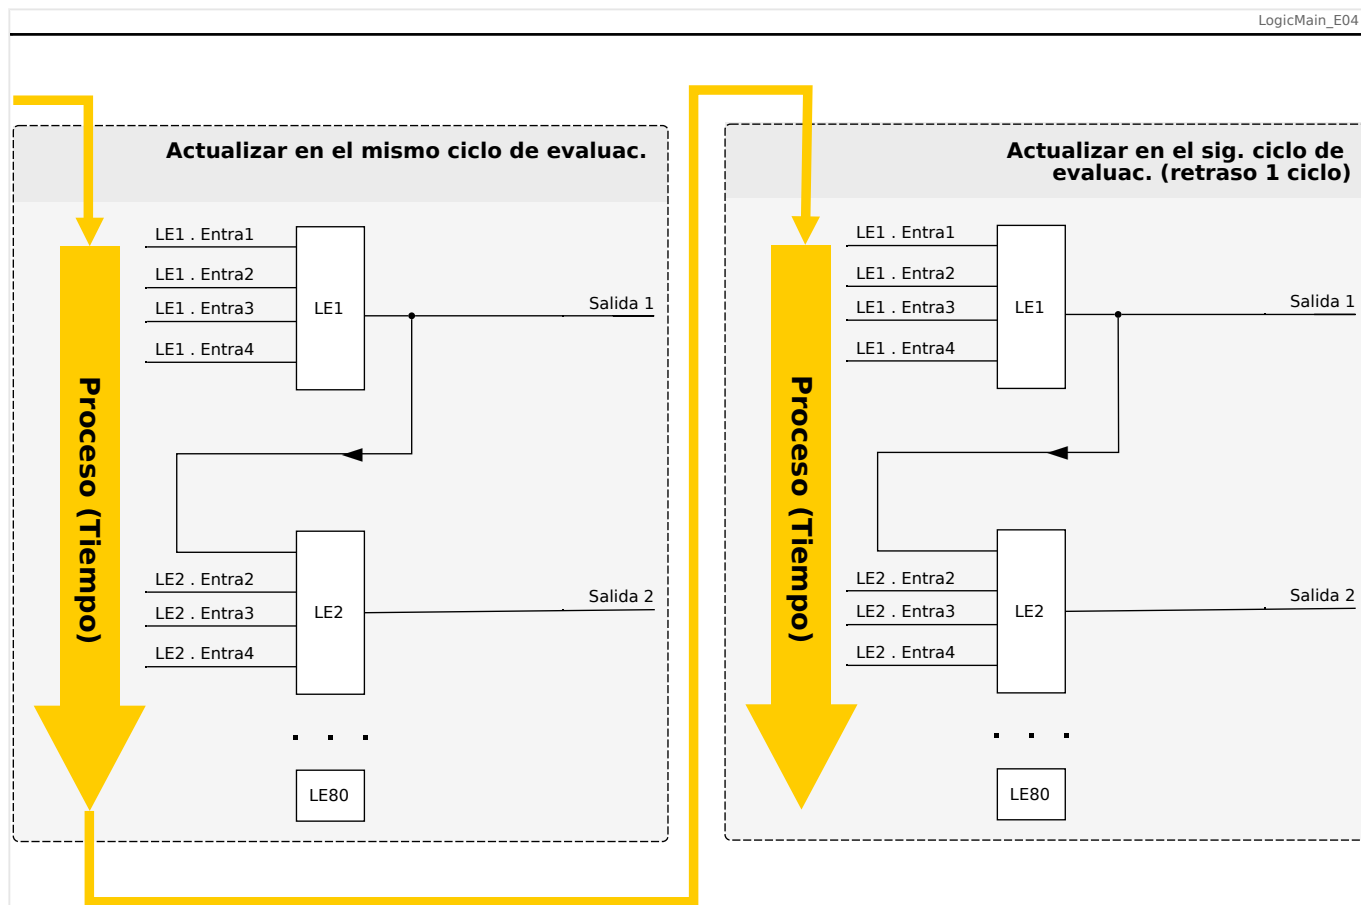
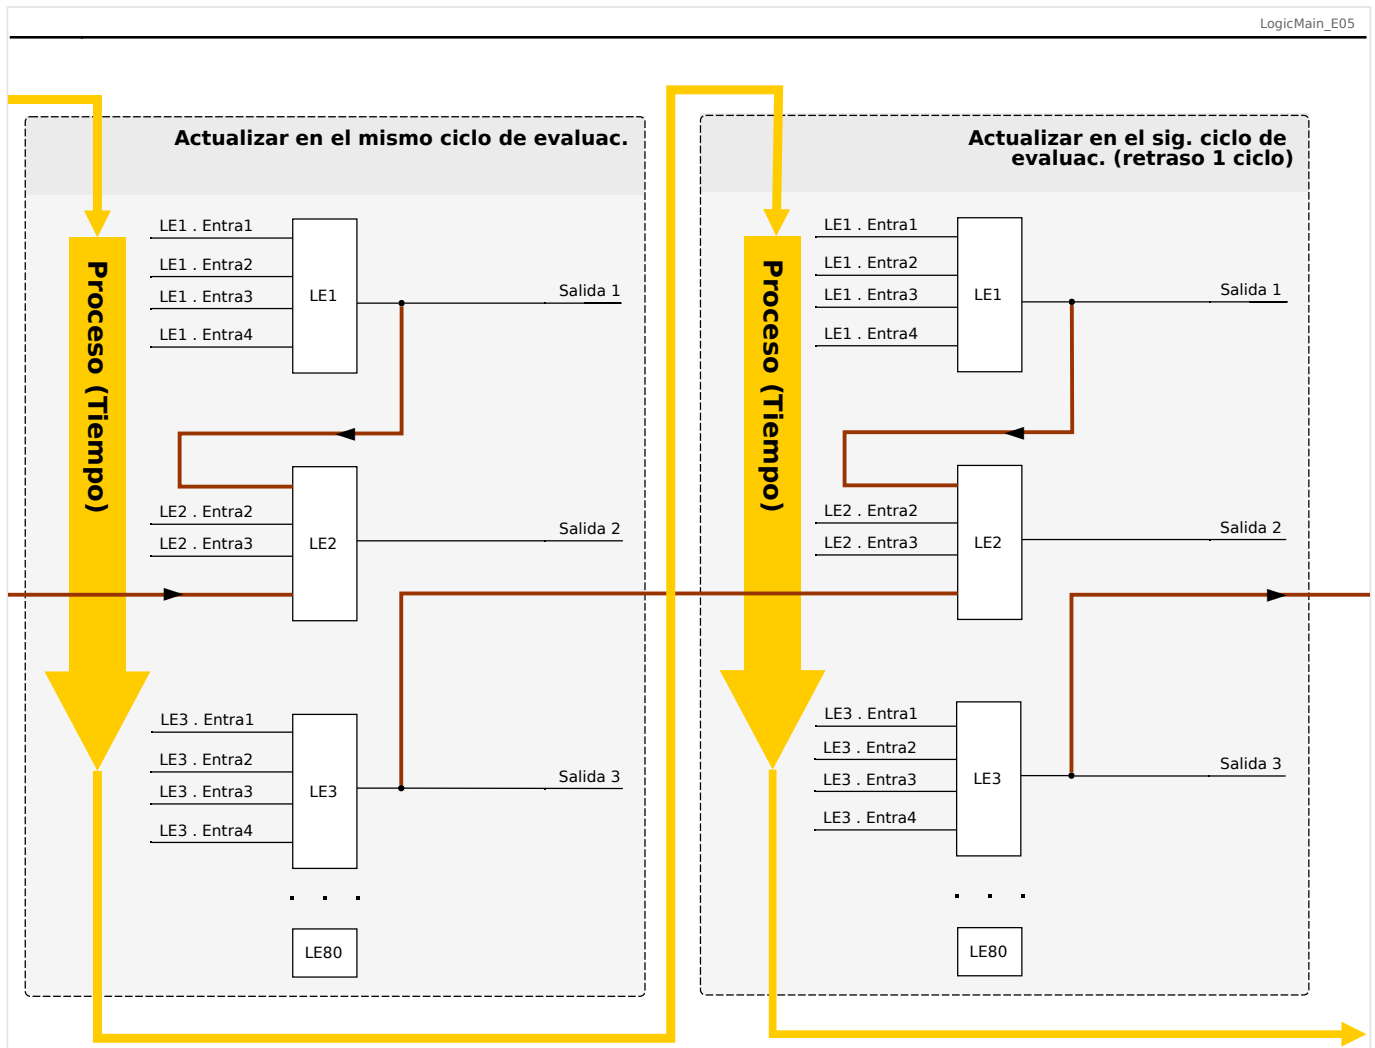

Fig. 157: Cascada en orden ascendente.
Fig. 158: Cascada en orden descendente.
- Una secuencia **ascendente** quiere decir que algunas de las salidas se usarán como entradas de una ecuación lógica con un número **mayor**. Por ejemplo, en el diagrama  Fig. 157 siguiente, se muestra un ejemplo en el que el resultado de la ecuación lógica LE1 se usa como entrada de la ecuación lógica LE2.
- Una secuencia **descendente** quiere decir que algunas de las salidas se usarán como entradas de una ecuación lógica con un número **inferior**. Por ejemplo, en el diagrama  Fig. 158, se muestra un ejemplo en el que el resultado de la ecuación lógica LE3 se usa como entrada de la ecuación lógica LE2.
Tanto la secuencia ascendente como la descendente se pueden usar y combinar entre sí, sin ninguna diferencia inmediata. Sin embargo, como todas las ecuaciones se evalúan en orden ascendente, los valores de tiempo de ejecución en sí que se usen como la entrada de una ecuación tendrán una "antigüedad" distinta, como se muestra en  Fig. 157 y  Fig. 158 a continuación.
En el ejemplo mostrado anteriormente en Fig. 158, la “Ecuación lógica 2” usa los estados de salida de otras dos ecuaciones, la “Ecuación lógica 1” y la “Ecuación lógica 3”. El resultado de la “Ecuación lógica 1” se usa en orden ascendente y, por lo tanto, se evalúa con el mismo ciclo de proceso. El resultado de la “Ecuación lógica 3” se usa en orden descendente y, por lo tanto, se evalúa en el ciclo de proceso anterior.